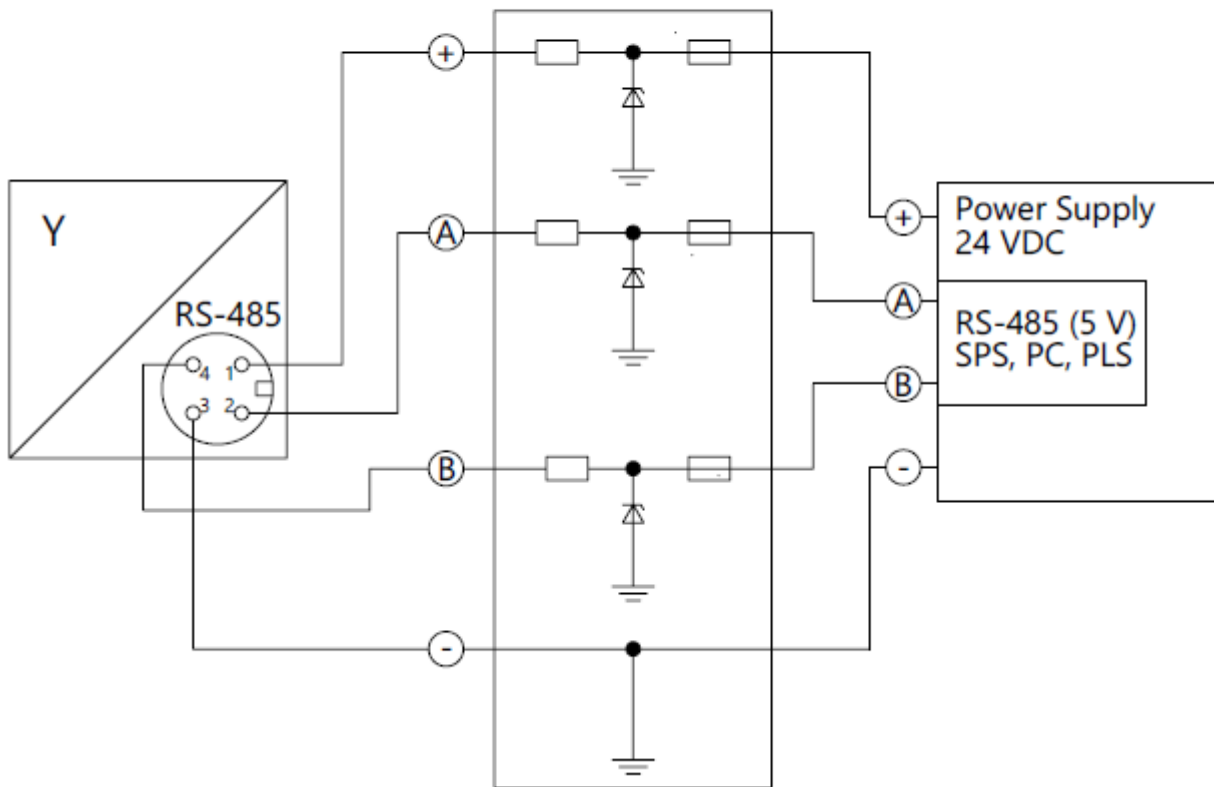

Abbildung 3: Anschlussplan für SB 3
- (2) Deckel ① abheben
- (3) Sonde (eigensicher) entsprechend Anschlussplan (siehe Abbildung 3) anschließen und auf die Polung achten
- (4) Die äußere Potentialausgleichsklemme muss mit dem Potentialausgleich verbunden werden